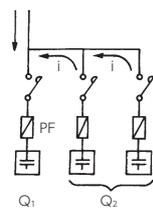

図1 コンデンサの合計容量
- ①コンデンサの突入電流は、定格電流×70 倍、0.002 秒と仮定して選定をしています。
- ②並列コンデンサがある場合には、投入時に並列コンデンサからの流れ込みがあるために、次のことを考慮してください。
- ③並列コンデンサがあり、各コンデンサに直列リアクトル (6%) 設置の場合、並列コンデンサなしの選定をすることができます。
- ④並列コンデンサが2台以上の場合、コンデンサの合計容量で選定します。(図1)